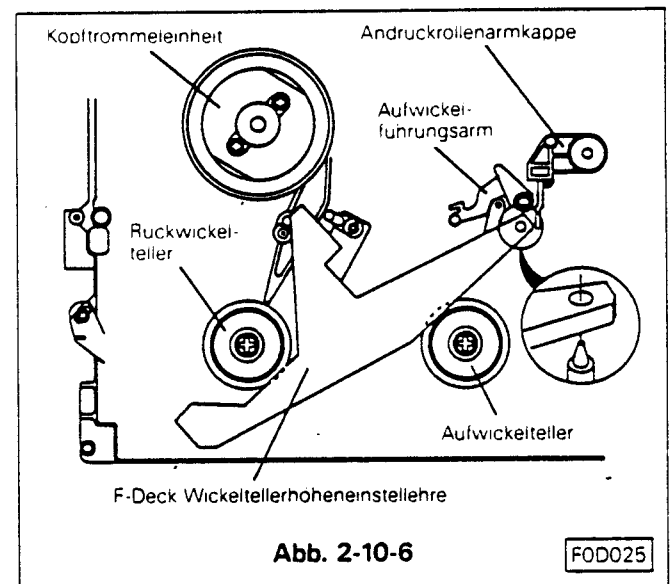

Abb. 2-10-6
- J Die Wickeltellerhöhen-einstellehre (Best. -Nr. 859C342020) in die entsprechende Position Punkt A einsetzen. (Siehe Abb. 2-10-6)
- Die Wickeltellerhöhereinstellehre (Best.-Nr. 859C342020) in die entsprechende Position Punkt A einsetzen. Siehe Abb. 2-10-6.
- Die Wickeltellerhöhen-einstellehre für das F-Chassis einsetzen, (siehe Abb. 2-10-6) die Höhe des Bandführungsarms mit der Befestigungsschraube so einstellen, daß die untere Flanke des Führungsbolzens gleiche Höhe hat mit dem Punkt B für das F-Chassis. (Siehe Abb. 2-13-2)